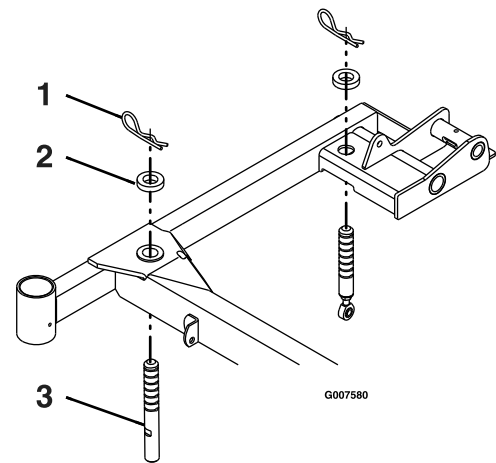

Figura 61
3. Compruebe que todos los pasadores de horquilla están en los taladros de altura de corte de 7.62 cm (3") con los espaciadores debajo de los pasadores de horquilla (Figura 61).
4. Acorte o alargue cada pasador de soporte de la carcasa de corte para obtener una altura en la punta de las cuchillas de 7.62 cm (3") en la parte delantera de la carcasa y 8.26 cm (3¼") en la parte trasera de la carcasa (Figura 61).